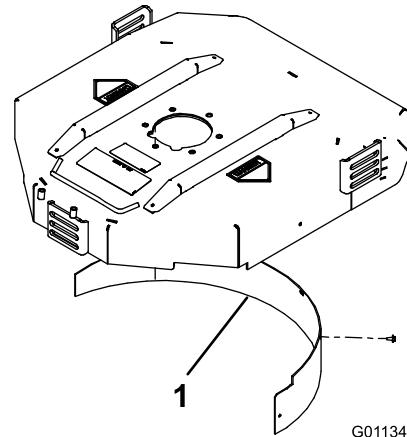

Bild 11
2. Montieren Sie das Mulchablenkblech in der hinteren Öffnung und befestigen Sie es mit 5 Bundschrauben (Bild 11).